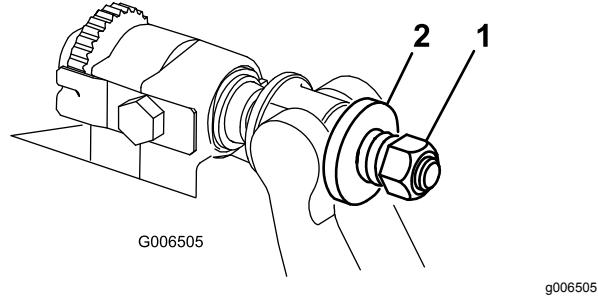

Figura 32
4. Apriete la tuerca de tensado del muelle hasta que el muelle esté comprimido del todo, luego aflojela 1/2 vuelta (Figura 32).